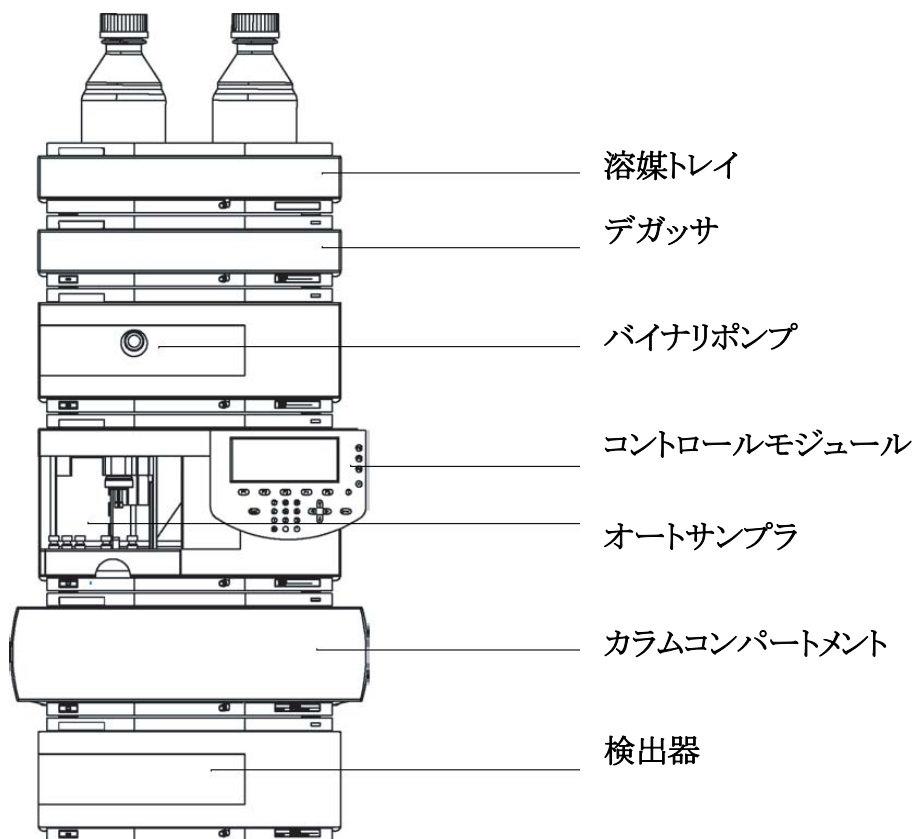

図 1 Agilent 1100、1200シリーズの標準構成図
モディフィケーションキット(アップグレードキット)は1100、1200システムが積み重なった状態でインストールする構成になっています。システム構成は図1を参照してください。
- 2 ダンパーからスタティックミキサ (下図 3)と接続キャピラリ(下図5と1のキャピラリチューブ)を外します。最初にダンパーに接続しているキャピラリチューブ (下図5のキャピラリチューブ)を外します、次にパージバルブへの接続キャピラリ(下図1のキャピラリチューブ)を外します。